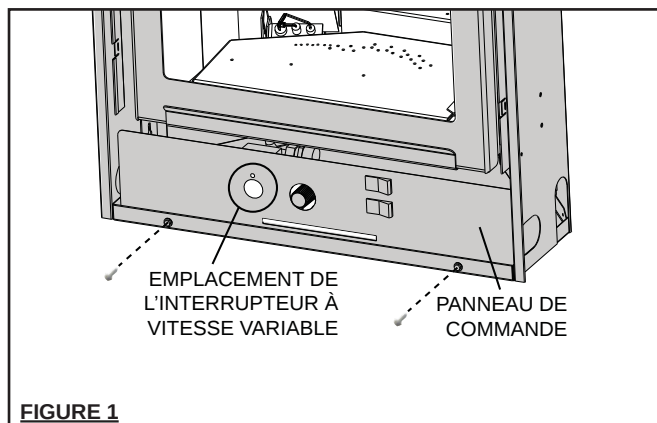

FIGURE 1
7. Mettez l'interrupteur à vitesse variable en place et fixez à l'aide de l'écrou de blocage fourni (FIGURE 1). Réinstallez le panneau de commande et installez le bouton de contrôle de vitesse variable.